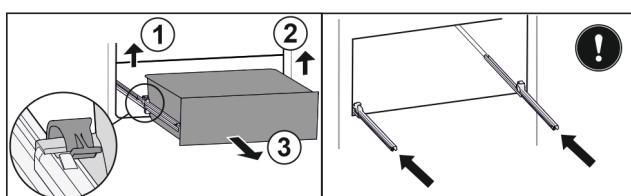

Fig. 102
- Підняти лівий затискач і одночасно висувний ящик ліворуч потягнути вперед. Fig. 102 (1)
- Підняти правий затискач і одночасно висувний ящик праворуч потягнути вперед. Fig. 102 (2)
- Вийняти висувний ящик рухом вперед. Fig. 102 (3)